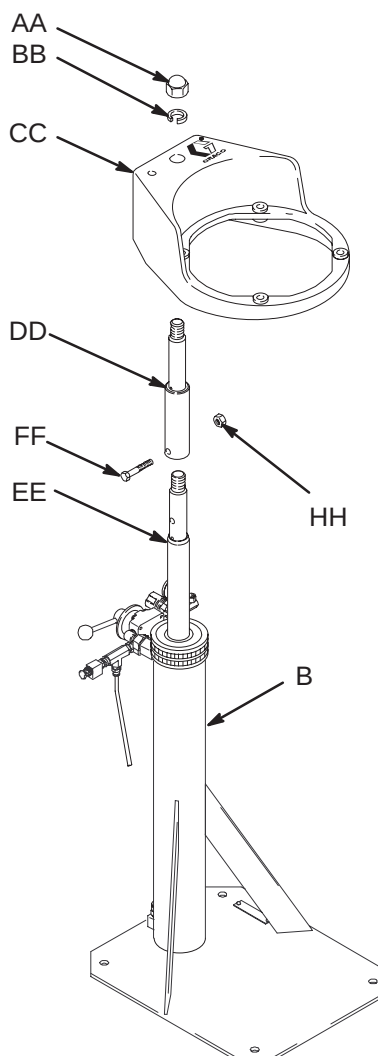

Fig. 3
1. Saque la tuerca superior (AA) y la arandela de seguridad (BB) del “ram” (B). Levante la ménsula de montaje de la bomba (CC). Consulte la Fig. 3.
2. Usando el tornillo no. 1107144 (FF), y la tuerca no. 100131 (HH), instale la varilla no. 184150 (DD) en el eje del “ram” (EE).
3. Vuelva a colocar la ménsula de montaje (CC) y sujétela con la arandela de seguridad (BB) y la tuerca superior (AA).
4. Monte la bomba (A) en el “ram” (B) usando las piezas del kit que sean aplicables. Consulte el diagrama de piezas correspondiente a su bomba para determinar las piezas de montaje correctas (marcadas con un asterisco*).